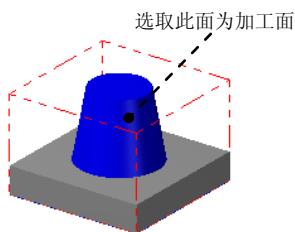

图 6.3.2 选取加工面
Step2. 选取加工面。在图形区中选取图 6.3.2 所示的曲面，然后按 **Enter** 键，系统弹出“刀路/曲面选择”对话框，对话框的其他参数设置保持系统默认设置值，单击 按钮，系统弹出“曲面精车-平行陡斜面”对话框。